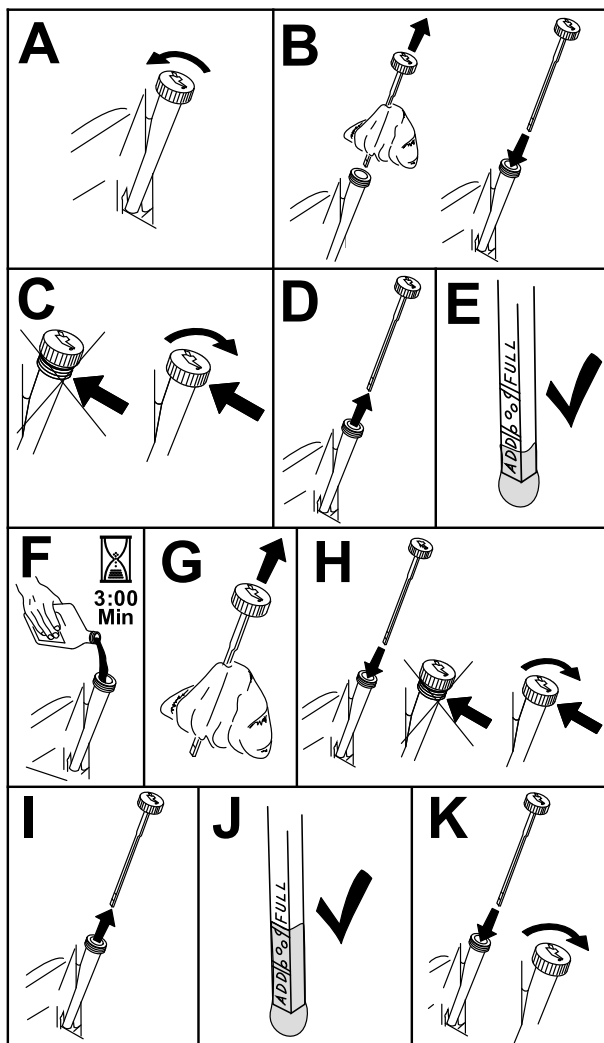

Figure 36
6. Pour éviter de faire tomber de l'herbe, de la poussière, etc., dans le moteur, nettoyez la surface autour du bouchon de remplissage-jauge d'huile, avant de l'enlever (Figure 36).